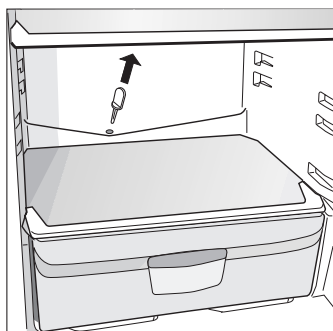

Fig. 3
Questo apparecchio ha lo sbrinamento automatico e l'acqua viene convogliata verso la parte posteriore da un apposito scarico (fig. 3) dove il calore prodotto dal compressore la fa evaporare. L'unico intervento che dovete fare periodicamente consiste nel pulire il foro di scarico che si trova dietro le verdure affinché l'acqua passi regolarmente.
- il foro dello scarico dell'acqua di sbrinamento è otturato (vedi fig. 3).